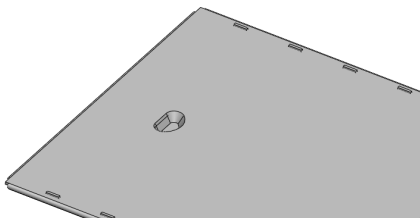

图 13-89 创建拉伸切除特征
(20) 退出草图绘制环境，弹出【切除-拉伸】属性管理器，设置【深度】为 10，取消选中【正交切除】复选框，设置【拔模角度】为 30，单击【确定】按钮，创建拉伸切除特征，如图 13-89 所示。